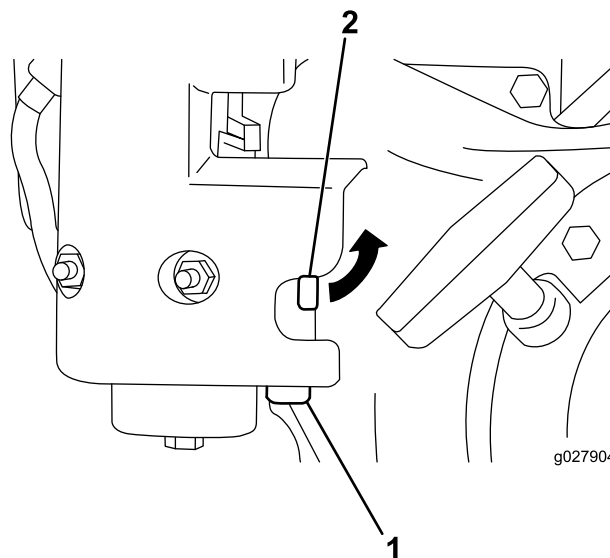

Figure 35
1. Fermez le robinet d'arrivée de carburant et dévissez la cuvette de décantation du corps de carburateur (Figure 35).